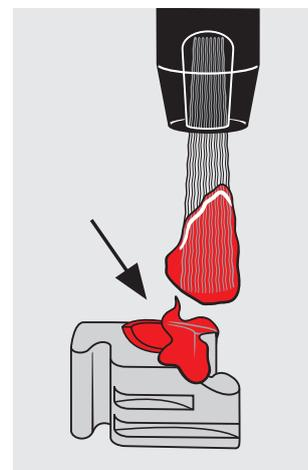

Fig. 2
4. Isoler l'intérieur de la partie femelle Mini-SG® Tuning (Fig. 2) avec de la vaseline (protection contre une irruption de résine)